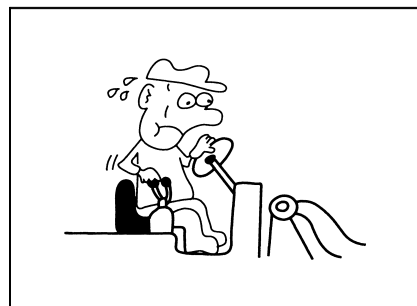

Рис. 1-66
- Следует точно управлять рабочими устройствами путём рычагов управления во избежание ошибочного оперирования(рис. 1-66)..